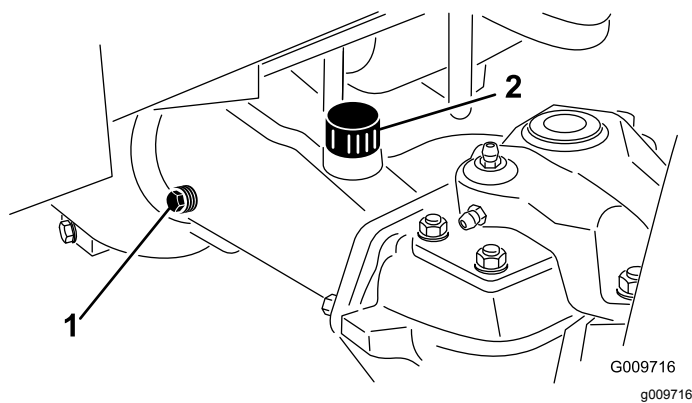

Figura 41
2. Retire o tampão de verificação que se encontra numa das extremidades do eixo (Figura 41) e certifique-se de que existe lubrificante até ao fundo do orifício. Se o nível estiver baixo, retire o tampão de enchimento (Figura 41) e adicione lubrificante suficiente para o nível de lubrificante